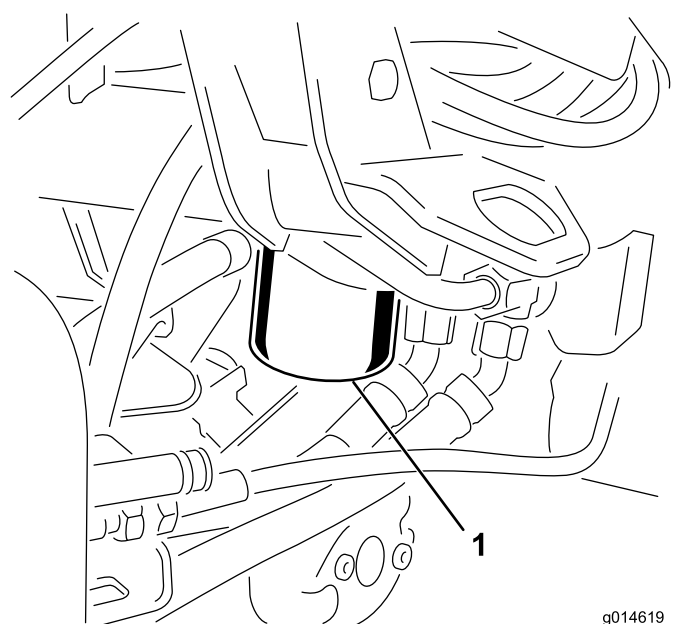

図 53
1. フィルタ容器の周辺をウェスできれいにぬぐう  図53。フィルタの下に廃油受けを置いてフィルタを外す。